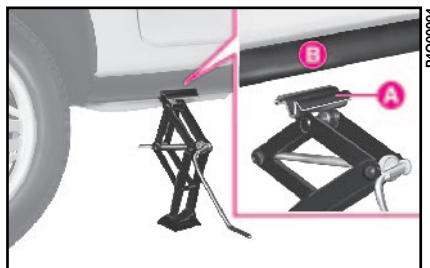

fig. 5
4) S'assurer que la rainure **A-fig. 5** du cric est bien positionnée sur le bord **B** du longeron.